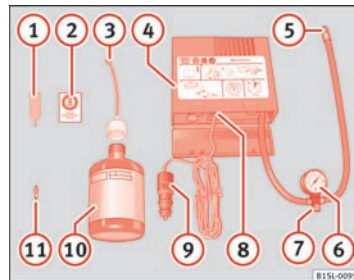

Fig. 141 Havarisættets dele
Havarisættet er placeret i bagagerummet under bundpladen. Det består af følgende dele ⇒ Fig. 141:
10. Tag mærkaten ⇒ Fig. 141 ② fra havarisættet, og sæt den på instrumentpanelet i førerens synsfelt.
- Skru ventilkeglen ud af dækventilen med værktøjet til afmontering af ventilkegler ⇒ Fig. 141 ①, og læg den på et rent underlag.
- Ryst ⇒ Fig. 141 10 flasken med dæktætningsmiddel nogle gange kraftigt frem og tilbage.
- Skru påfyldningsslangen ⇒ Fig. 141 ③ helt på flasken med dæktætningsmiddel med uret. Folien på lukningen bliver automatisk brudt.
- Fjern proppen fra påfyldningsslangen ⇒ Fig. 141 ③, og sæt den åbne ende helt på dækventilen.
- Skru ventilkeglen ind i dækventilen igen med værktøjet til afmontering af ventilkegler ⇒ Fig. 141 ①.
- Skru luftkompressorens påfyldningsslange ⇒ Fig. 141 ⑤ fast på dækventilen.
- Kontroller, om luftaftpningsskruen ⇒ Fig. 141 ⑦ er lukket.
- Sæt kabelstikket ⇒ Fig. 141 ⑨ i en 12-volts-stikdåse i bilen ⇒ Side 116.
- Tilslut luftkompressoren med tilslutnings- og afbryderkontakten ⇒ Fig. 141 ⑧.
Tilslut dækpåfyldningsslangen ⇒ Fig. 141 ⑤ igen, og aflæs dæktrykket på dæktrykmåleren ⑥.